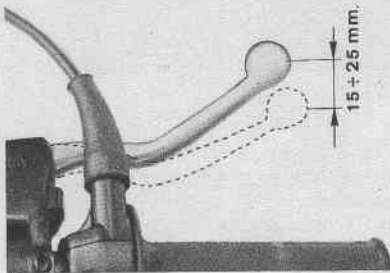

Fig. 21 - Levier frein avant
- Après avoir établi la garde au levier, qui doit être de 15 ÷ 25 m/m (Fig. 21), bloquer